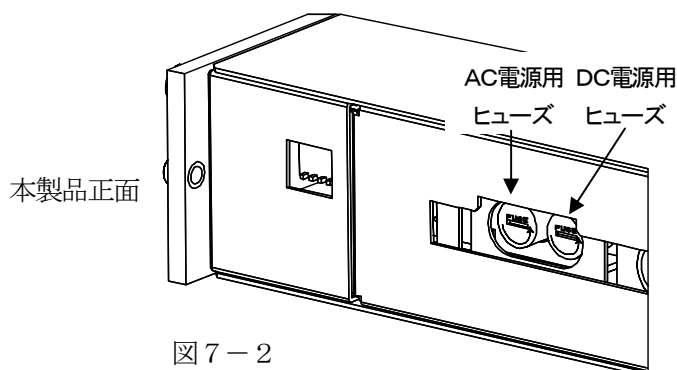
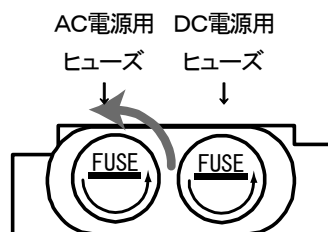

図7-2
図7-3
2. 図7-2のように、本製品正面を左手方向、底面を手前方向、背面を右手方向に置きます。
3. マイナスドライバを使用し、ヒューズホルダに記載されている矢印方向(図7-3参照:左90°)に回転させるとヒューズホルダが手前にでできます。
7. 図7-2のように、ヒューズホルダが本製品内部に完全に収まっていることを確認してください。また、図7-3のようにヒューズホルダのマイナス部分(ドライバ差込箇所)が本体と平行の位置になっていることを確認してください。